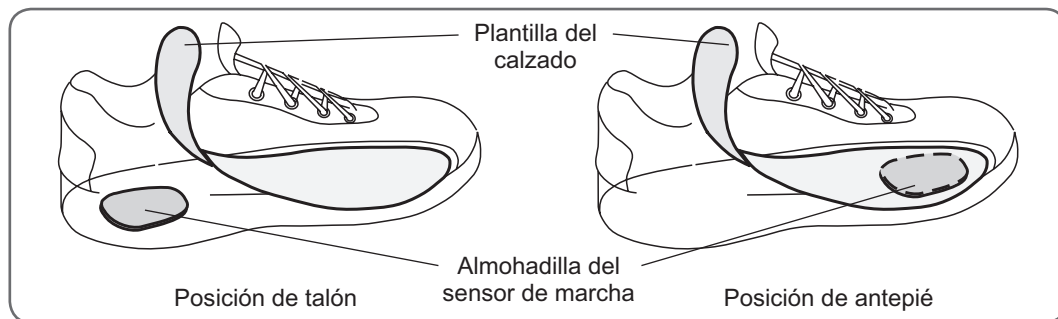

Ilustración 6-17: Colocación de la almohadilla del sensor de pie
2. Sujete una almohadilla del sensor de pie debajo de la plantilla, en la posición que determine el especialista. Consulte la ilustración 6-17.